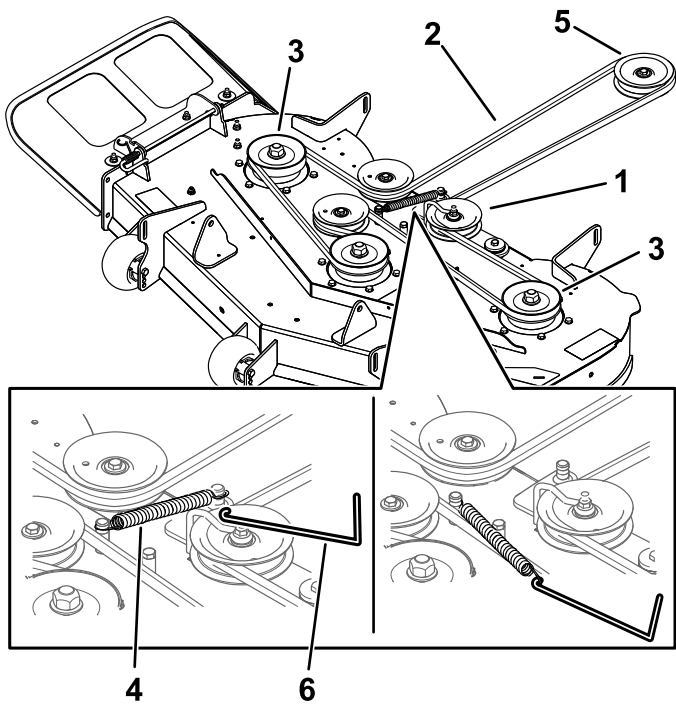

Figure 50
6. À l'aide d'un outil de dépose de ressort (réf. Toro 92-5771), décrochez le ressort du crochet situé sur le tablier pour détendre la poulie de tension et déchaussez la courroie des poulies (Figure 50).
7. Acheminez la courroie neuve autour de la poulie du moteur et des poulies du tablier de coupe (Figure 50).
8. À l'aide d'un outil de dépôt de ressort (réf. Toro 92-5771), accrochez le ressort au crochet situé sur le tablier, afin d'exercer une tension sur la poulie de tension et la courroie du tablier de coupe (Figure 50).